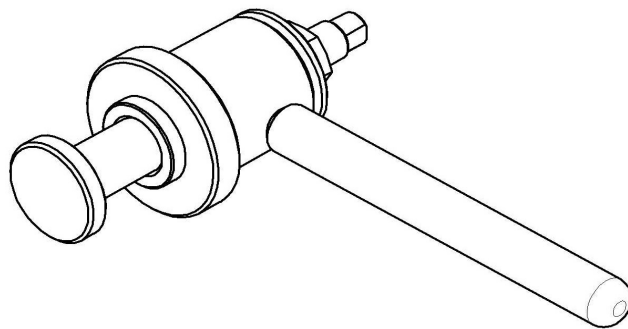

Рис.30 Приспособление для запрессовки манжет.
- используя приспособление для запрессовки манжет (см. рис.30) установить манжету 1;